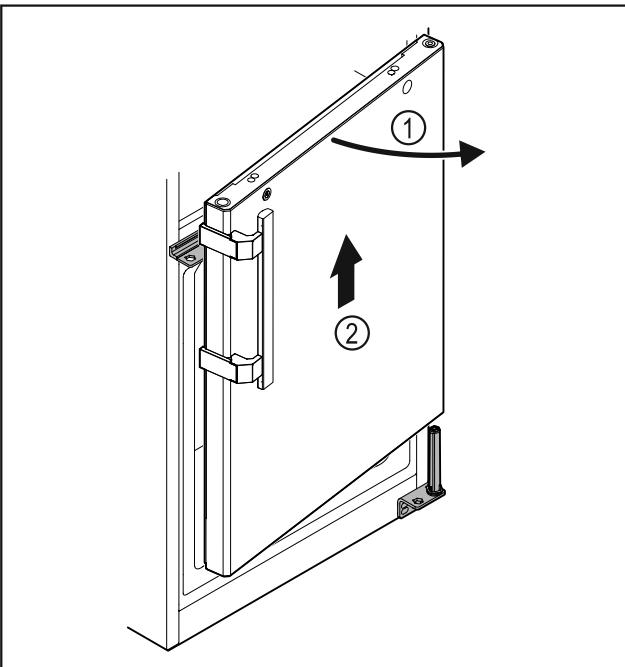

Fig. 28
- ▶ 略微打开冰箱门 Fig. 28 (1)，笔直向上提升大约 200 mm 并取下 Fig. 28 (2)。